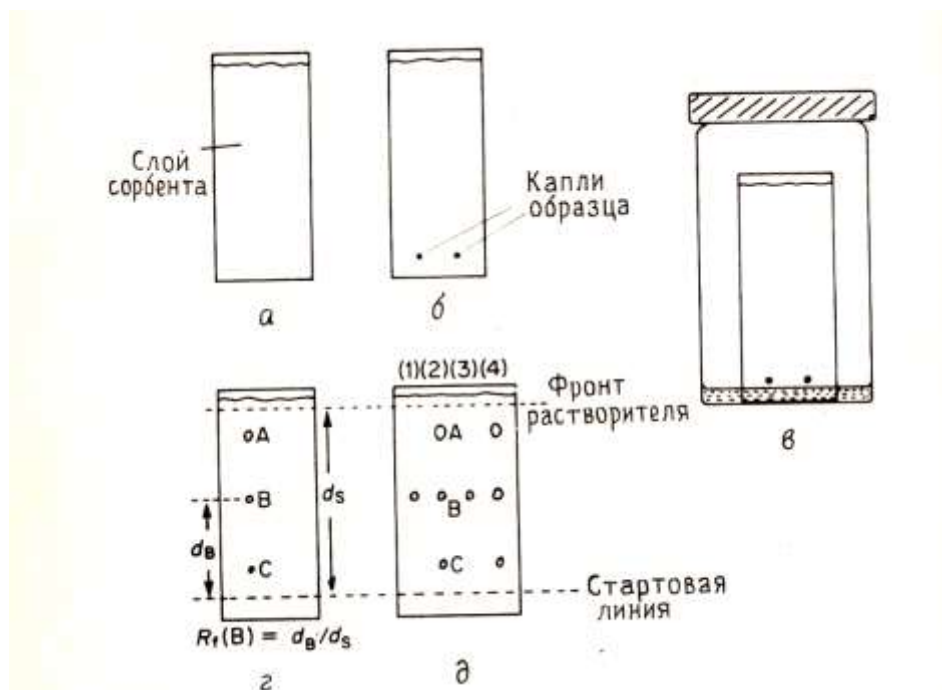

Рис.8. Тонкослойная хроматография.
Разделение проводят на плоской пластинке, покрытой тонким слоем сорбента - силикагелем или оксидом алюминия (Рис.8,а) Разделяемую смесь, растворенную в соответствующем растворителе, наносят в виде капель на пластинку (Рис.8,б) и после испарения растворителя помещают пластинку в проявительную камеру (Рис.8,в), в которую налито немного растворителя. Растворитель поднимается по слою сорбента под действием капиллярных сил. При этом различные соединения, находящиеся в смеси, поднимаются с разными скоростями в зависимости от их сродства к сорбенту. По достижении растворителем верхнего слоя сорбента соединения в идеальном случае должны полностью разделиться (Рис.8,г). Процесс разделения - это одна из форм жидкостно-адсорбционной хроматографии.
Пластинки для ТСХ состоят из подложки обычно стекла, а иногда пластмассы или толстой алюминиевой фольги, на которую нанесен тонкий слой сорбента толщиной примерно 0,25 мм (Рис.8,а). Сорбентом обычно служит либо силикагель, либо оксид алюминия с размером частиц до 30 мкм, к которым добавлено связующее (до 10% гипса или крахмала), обеспечивающее прочность слоя. Пластинки бывают двух основных типов: многоразового использования и одноразовые.
Место нанесения капель в зависимости от растяжения размера пластинки должно быть на расстоянии 1 см от нижнего края на больших (5 x 20 см) пластинках и около 5 мм на маленьких одноразовых пластинках. Важно также наносить капли достаточно далеко от нижнего края (Рис.8,б и в), чтобы они не погружались в проявляющий растворитель. Перед нанесением образца заполните капилляр, погрузив его конец в раствор (капилляр заполняется раствором под действием капиллярных сил), затем слегка прикоснитесь заполненным кончиком к сорбенту, стараясь при этом не повредить его поверхности, чтобы не вызвать некоторого искажения капли при проявлении хроматограммы. Важно наносить как можно более маленькую каплю, а это
Меры безопасности. В этой операции обычно используются летучие легковоспламеняющиеся растворители, поэтому ее нужно проводить вдали от источников возгорания предпочтительно в вытяжном шкафу. Хроматограмму проявляют погружением нижнего края пластинки в проявляющий растворитель в сосуде соответствующего размера (Рис.8,в). Большие пластинки проявляют в специальных камерах (20 x 5 см), а маленькие - в широкогорлых бутылках с завинчивающимися крышками. Камеру изнутри следует частично выложить фильтровальной бумагой, которая погружалась бы в растворитель, чтобы создать атмосферу, насыщенную парами растворителя, и свести к минимуму испарение с пластинки. При проявлении хроматограммы сначала залейте в банку столько растворителя, чтобы пятно образца оказалось над его поверхностью, а затем опустите в банку пластинку, стараясь расположить ее вертикально.
Какой бы метод ни использовался для визуализации, положение пятен для проведения дальнейших измерений необходимо пометить карандашом или шпателем (Рис.8,г).
При конкретном наборе условий (сорбент и растворитель) характеристикой соединения является значение R_f (Рис.8,г). Таким образом, идентичность значения R_f соединения, находящегося в смеси, со значением R_f "подлинного" образца (вещества сравнения) дает полное основание считать, что они одинаковы (см. предостережение ниже). Поскольку сорбенты различны, а состав смеси растворителей трудно воспроизвести точно, необходимо доказать, что значения R_f одинаковы. Для этого хроматографируют смесь и вещество сравнения рядом друг с другом на одной и той же пластинке или добавляют небольшое количество вещества сравнения
к отдельной пробе смеси, чтобы удостовериться в точном совпадении пятен. На Рис.8,д (1) и (3) - вещество сравнения В, (2) - смесь, а (4) - смесь плюс вещество сравнения.